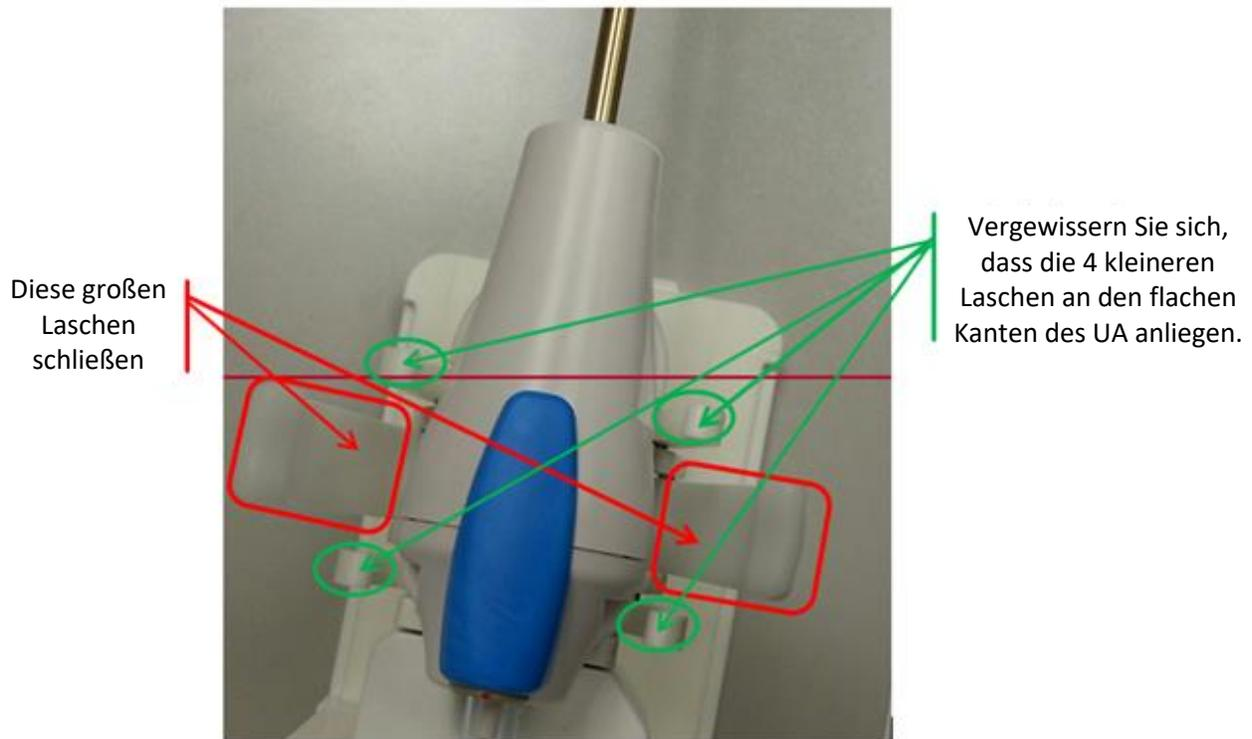

Abbildung 28: UA auf PS mit UA-Griff im UA-Greifer montiert
6. **MRT-MTRA:** Halten Sie den UA-Griff im UA-Greifer des PS fest (*Abbildung 28*). Der UA darf nicht in seine Position „gezwungen“ werden. Sollte dies der Fall sein, den UA vom UA-Greifer lösen und die PS-Achsen anpassen, um eine bessere Ausrichtung mit dem UA zu erreichen. Vor dem Befestigen des UA im Greifer des PS ist sicherzustellen, dass die Auf- und Ab-Entriegelungsknöpfe und die Kipp-Entriegelungsknöpfe am PS verriegelt sind.